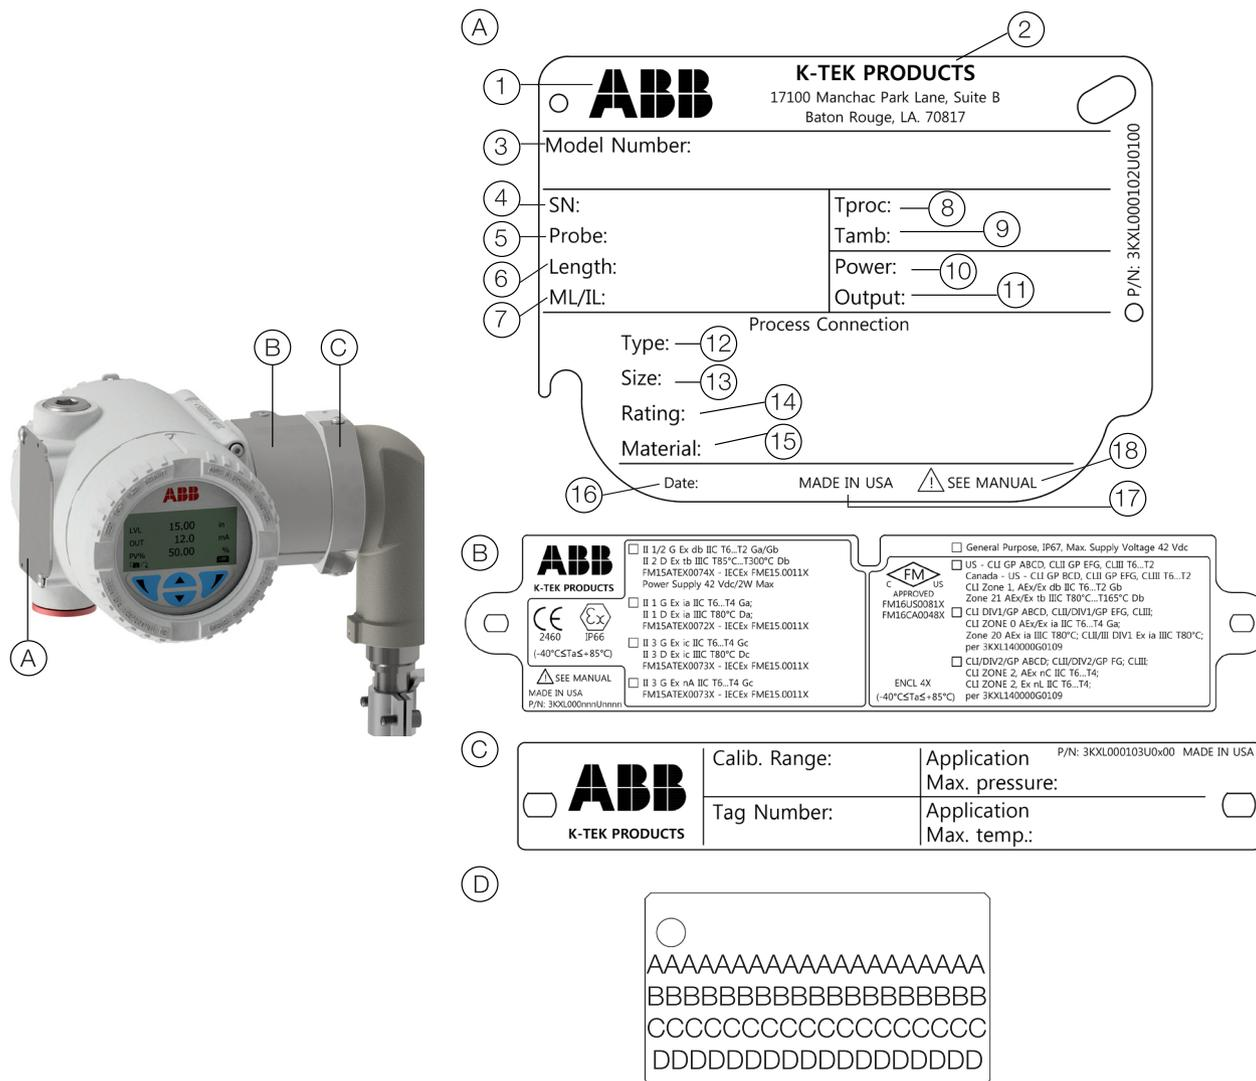

Figura 4 Placas de identificação
(A) A placa identificadora fornece informações (ver Figura 4) concernentes ao número do modelo, ao comprimento da sonda, ao material do sensor, ao tipo de conexão de processo, ao material de conexão de processo, às pressões nominais, à alimentação, ao sinal de saída, ao número de série, aos limites máximos de temperatura processada e de temperatura ambiente. (B) A placa de certificação contém os parâmetros relacionados à certificação para uso em uma área perigosa.
A Série LMT de transmissores pode ser fornecida com uma placa de aço inoxidável opcional anexada (Figura 4, D). A placa apresenta texto customizado impresso em laser conforme especificação do usuário. O espaço disponível consiste de 4 linhas com 32 caracteres por linha. A placa será conectada ao transmissor por um fio de aço inox.